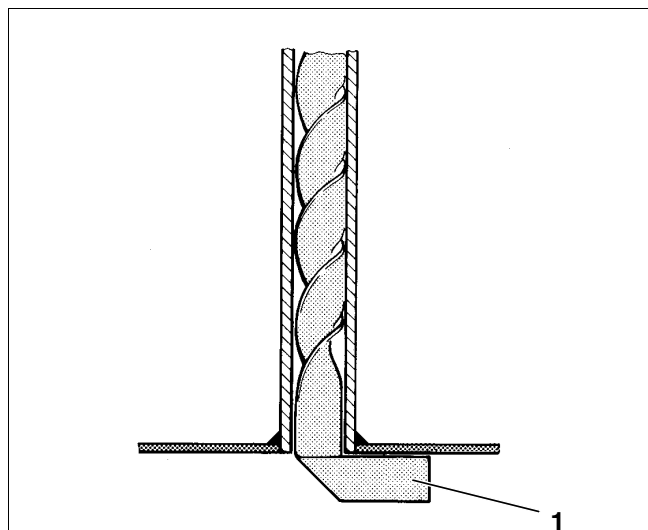

Fig. 30 Detaliu opritor
- Verificați dacă opritorii turbulatorilor sunt poziționați orizontal pe țevile de transfer de căldură (Fig. 30).
Opritorul (Fig. 30, **Poz. 1**) turbulatorilor trebuie să fie situat, după împingere, orizontal pe țeava de transfer de căldură.